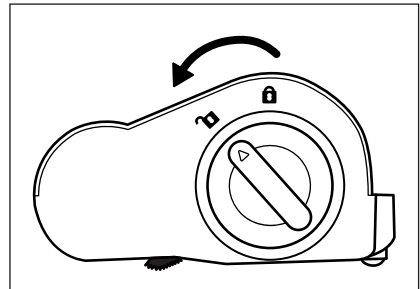

Abb. 26
① Hinweis
- 2) Entriegeln Sie die Bürstenrolle **20**, indem Sie die Bürstenrollenentriegelung **19** in Richtung des Symbols (öffnen) drehen (siehe Abb. 26).